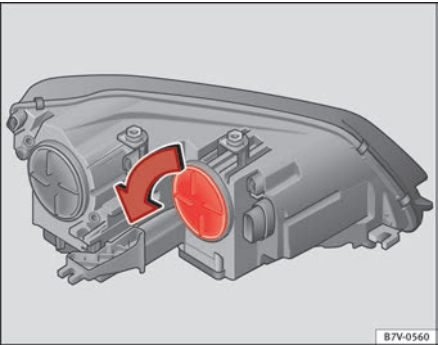

Fig. 205 No comparti-
3.	Girar a cobertura ⇒ Fig. 205 no sentido da seta e retirá-la.
8.	Girar a cobertura ⇒ Fig. 205 até ao limite no sentido contrário ao da seta.